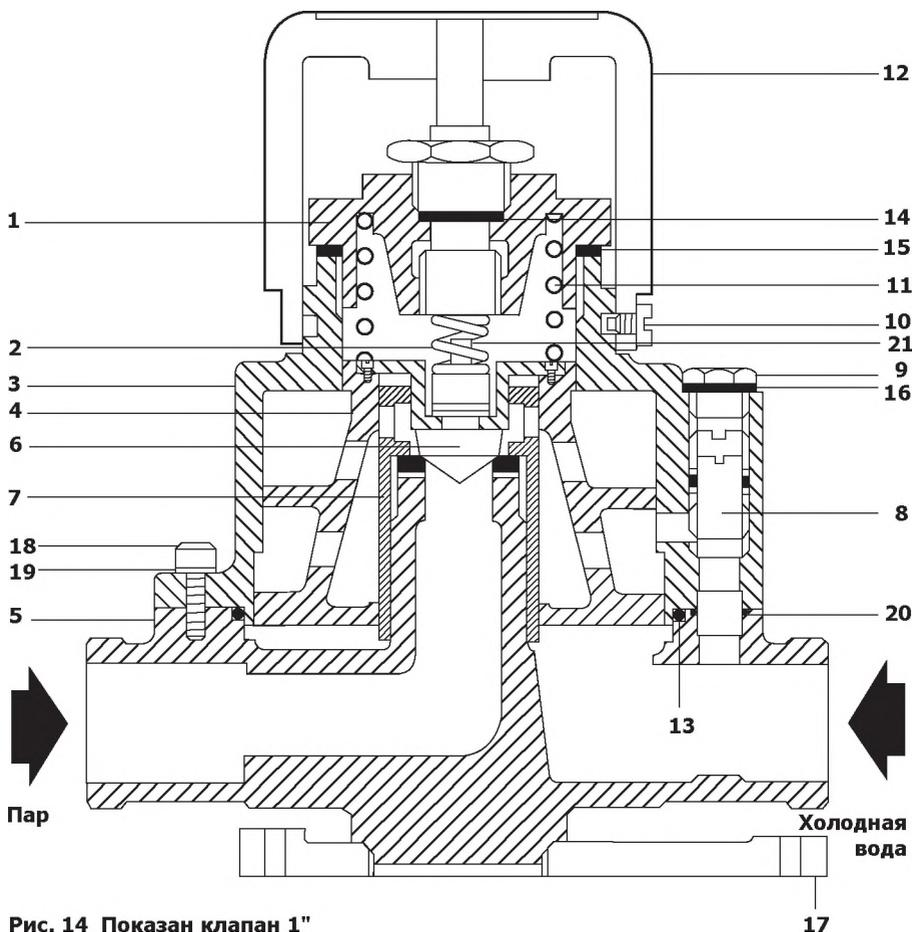

Рис. 14 Показан клапан 1"
После правильно проведенного монтажа необходимо настроить температуры воды (см. Рис. 14, стр. 20):
Выключите и изолируйте подачу пара и воды, сбросьте остатки давления через пистолет и снимите его со шланга, если надо очистите пистолет (см. Рис. 9, 10, 11 и 16). Отдайте 3 соединения, крепящие клапан и снимите клапан. Перед разборкой клапана убедитесь что все поверхности прилегания прокладок чистые (см. Рис. 14, стр. 20). Отдав винт (10), снимите настроечную головку (12). Отвинтите крышку (1) и выньте пружину (11). Снимите верхнюю часть корпуса (3), отдав 8 винтов (6 мм у клапанов 1/2" и 3/4" и 8 мм у клапанов 1" и 1 1/2"). Теперь можно отделить верхнюю часть корпуса от нижней. Теперь необходимо очистить обе части корпуса от накипи, используя соответствующие реагенты и инструмент.
**Прим.: Не используйте щетки с металлическим ворсом. Они могут повредить поверхности деталей и сделать их непригодными для дальнейшего использования. Перед с проверьте что все места установки прокладок чистые. Если поршень (6) поврежден или изношен, он должен быть заменен. После сборки проверьте работоспособность клапана.**